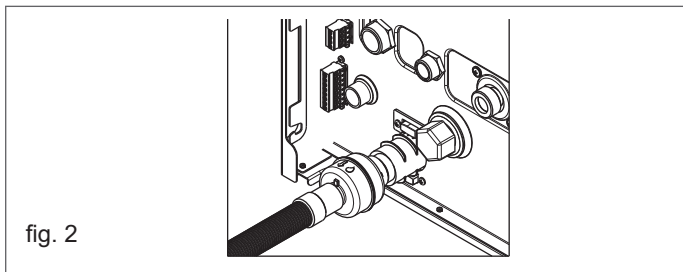

fig. 2
- collegare il tubo scarico (fig. 2) condensa fornito a corredo del prodotto, quindi scaricare la condensa in un adeguato sistema di scarico nel rispetto delle norme vigenti.